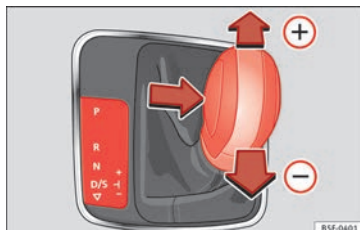

Fig. 190 Consola central: cambiar con tiptronic.
- Tire de la palanca selectora hacia adelante (+) para insertar una marcha superior »» fig. 190.